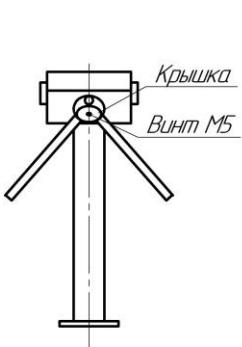

Рис. 1
6.4. Установите штанги. Для этого снимите крышку поворотного механизма, открутив винт M5 (рис.1). Закрепите штанги болтами M10, входящими в комплект штанг.